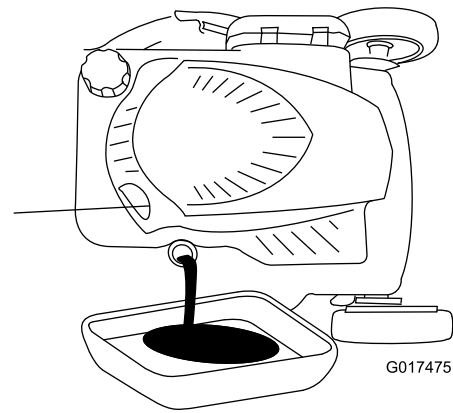

Figura 41
4. Ponga la máquina de lado (con el filtro de aire hacia arriba) para drenar el aceite usado del tubo de llenado de aceite (Figura 41).